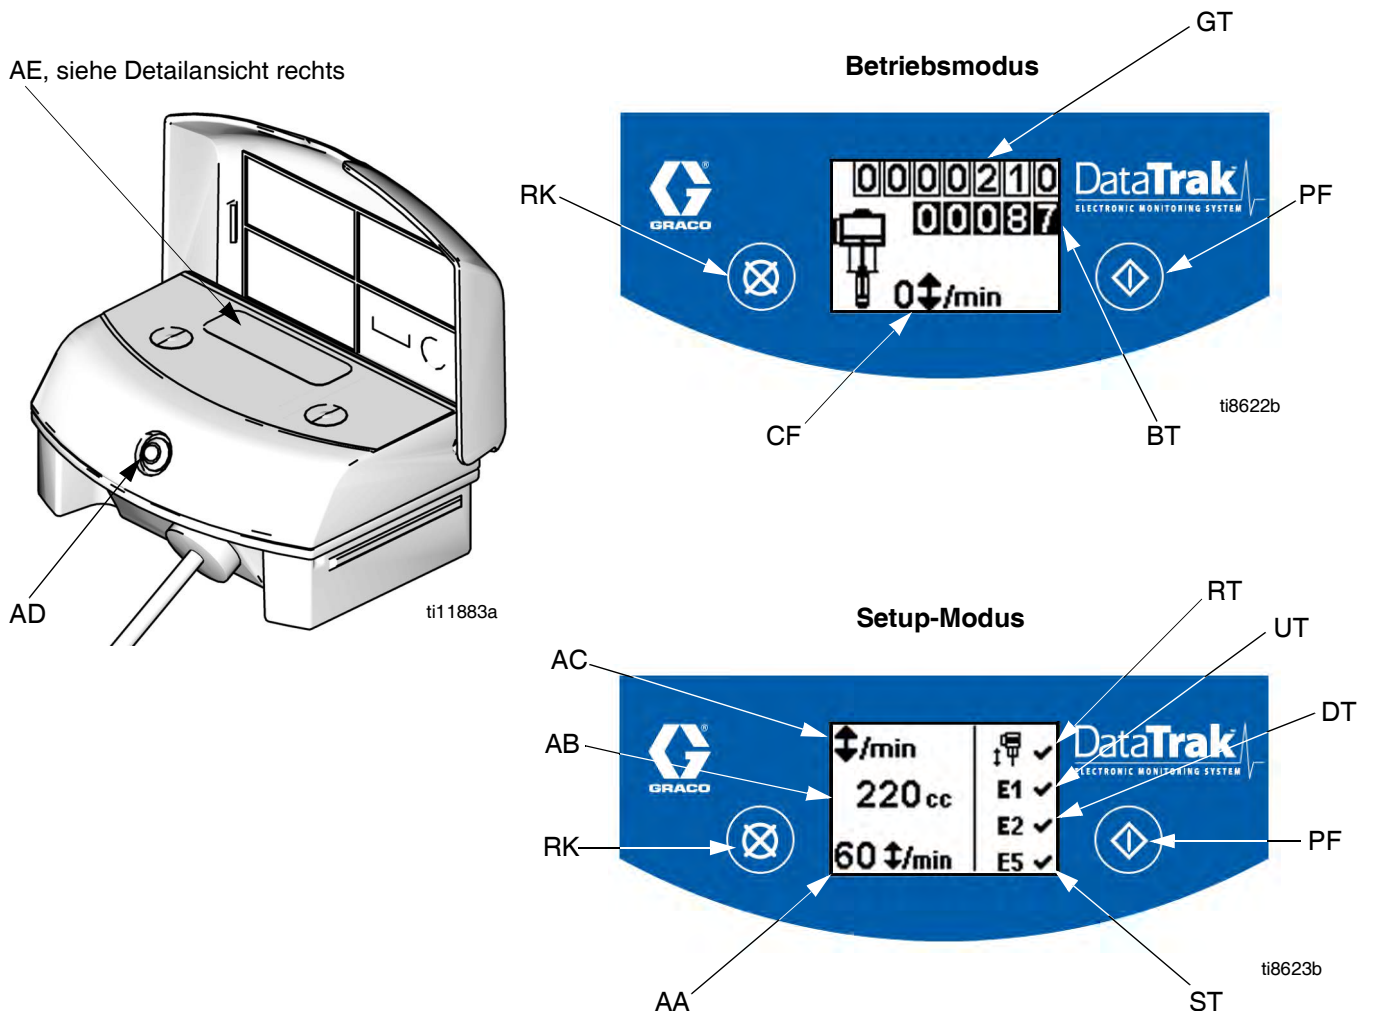

ABB. 8. DataTrak Bedien- und Anzeigeelemente
Legende zu ABB. 8
1. Siehe ABB. 8.  5 Sekunden lang gedrückt halten, bis das Setup-Menü erscheint.
Wenn die Fehleroptionen für den Trockenlauf E1, E2 und E5 aktiviert sind, erscheint auf dem Setup-Bildschirm ein ✓-Zeichen. Siehe ABB. 8.
1. Siehe ABB. 8. Läuft die Pumpe trocken, wird die Trockenlauf-Magnetspule aktiviert und die Pumpe gestoppt. Die LED (CD) blinkt, und auf der Anzeige (CF) wird der Trockenlaufzustand angezeigt (siehe Tabelle 1). Die Anzeige durchläuft sechs Anleitungsbildschirme.
5. Den Hauptlufthahn (E) öffnen, um die Pumpe erneut zu starten.
Um die Trockenlaufüberwachung zu deaktivieren, in den Setup-Modus wechseln, und Durchlaufwert auf 0 (Null) festlegen oder (RT) ausschalten  (siehe ABB. 8).
1. Siehe ABB. 8. Zum Aufrufen des Ansaug-/Spül-Modus eine beliebige Taste betätigen, um die Anzeige zu aktivieren. Dann  betätigen. Auf der Anzeige wird das Ansaug-/Spül-Symbol angezeigt und die
2. Während sich das Gerät im Ansaug-/Spül-Modus befindet, ist der Trockenlaufschutz deaktiviert und der Teilmengenzähler (BT) zählt nicht. Der Gesamtsummenzähler (GT) zählt weiter.
Siehe ABB. 8. Die letzte Ziffer des Teilmengenzählers (BT) stellt ein Zehntel der gewählten Einheit dar (Liter bzw. Gallonen). Um den Zähler zurückzusetzen, eine beliebige Taste betätigen, um die Anzeige zu aktivieren, dann  betätigen und für 3 Sekunden lang gedrückt halten.
Siehe ABB. 8. Die Anzeige (AE) wird im Betriebsmodus nach 1 Minute bzw. im Setupmodus nach 3 Minuten Inaktivität automatisch abgeschaltet. Eine beliebige Taste betätigen, um die Anzeige wieder zu aktivieren.
DataTrak ist in der Lage, verschiedene Probleme der Pumpe zu diagnostizieren. Erkennt der Monitor ein Problem, blinkt die LED (AD, ABB. 8) und auf der Anzeige erscheint ein Diagnosecode. Siehe Tabelle 1.